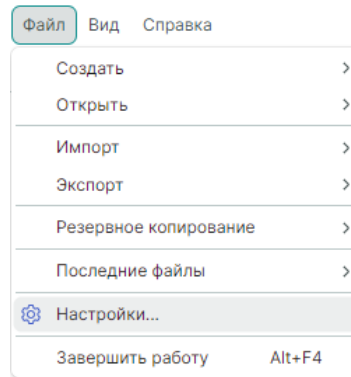

Рис.8 Переход к настройкам системы
1. Откройте настройки системы. Переход к настройкам осуществляется из главного меню программы, см. Рис. 8.